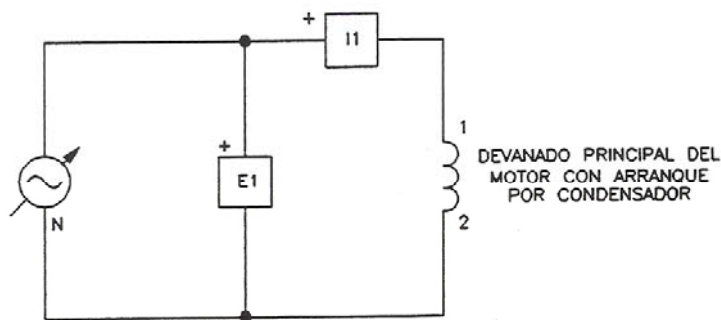

Figura 4-28. Circuito del motor con arranque por condensador.
- ☐ 15. Quite todos los conductores, con excepción del cable de alimentación 24 V CA. Luego monte el circuito del motor con arranque por condensador de la Figura 4-28.